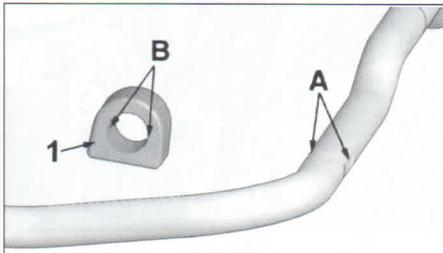

FIG. 6
- comprobar el estado de los apoyos elásticos (1) (fig. 6) y colocarlos alineando los rebajes interiores (B) con los de la barra (A).